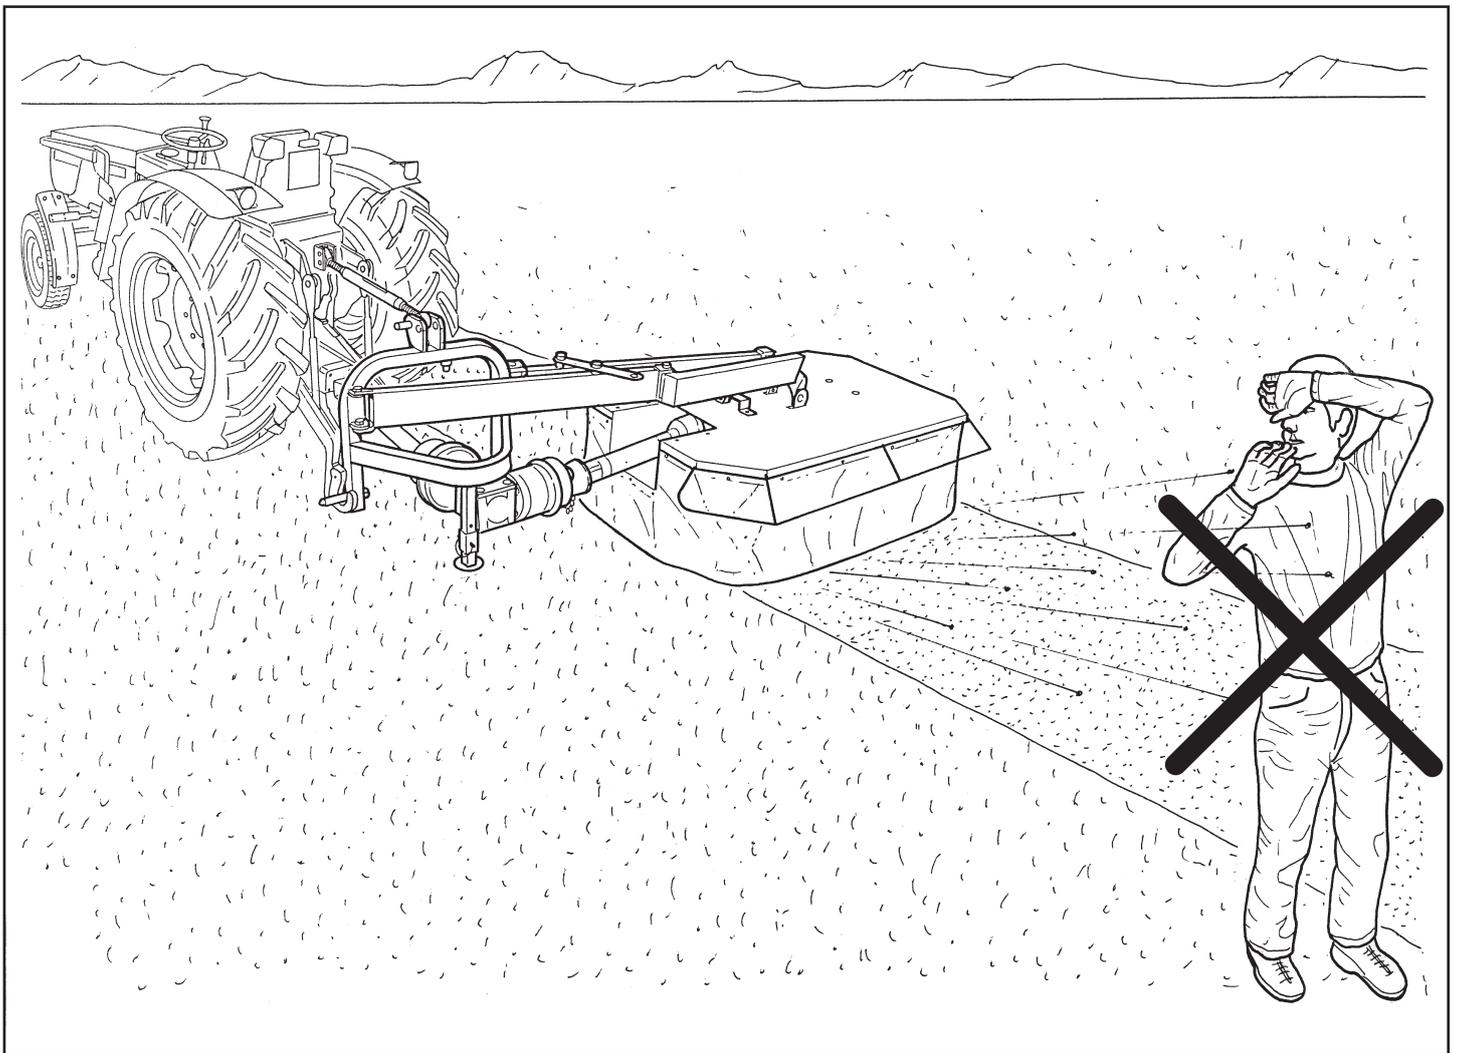

Fig. 3
- Gli utensili in rotazione, possono essere causa di proiezione di materiale con grave rischio per l'incolumità di una persona che dovesse essere colpita, a maggior ragione se la protezione in plastica è rovinata o presenta dei pezzi mancanti. Si ribadisce quindi ulteriormente il divieto per chiunque di avvicinarsi alla macchina quando è in lavoro (**Fig. 3**) o anche solo in movimento. È responsabilità del conducente della trattoria sorvegliare che nessuno si avvicini alla macchina in funzione e di spegnerla in caso contrario.
- The rotating tools can cause material to be thrown off with serious risk for the safety of the person who gets struck, this risk is even greater if the plastic protection is ruined or missing some parts. Therefore, no one must approach the machine when it is in operation (**Fig. 3**) or even if it is just moving, and all the more, when it is raised off the ground. It is the tractor driver's responsibility to make sure no one approaches the machine while it is in operation, and to switch it off otherwise.